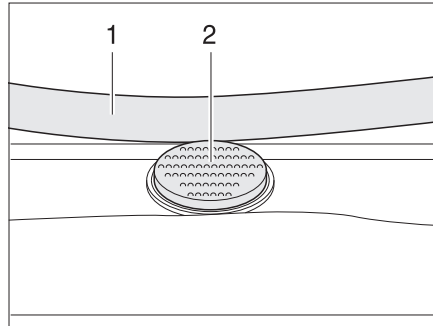

Bild 23 Sicherungsknopf an der Kipp-Dachhaube
- Den Sicherungsknopf (Bild 23,2) drücken und den Bügel (Bild 23,1) mit beiden Händen nach unten ziehen.
- Den Bügel mit beiden Händen nach oben drücken, bis der Bügel oberhalb des Sicherungsknopfes (Bild 23,2) liegt.